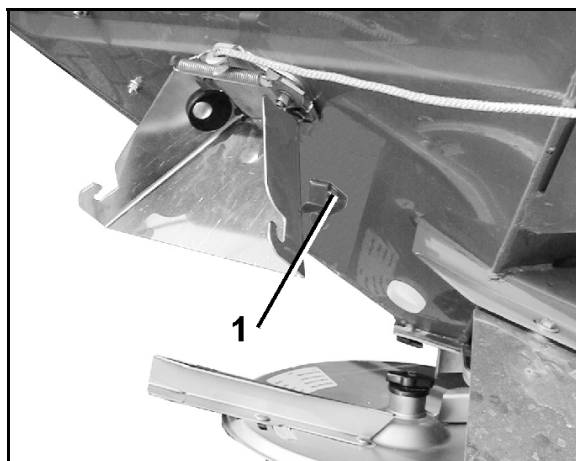
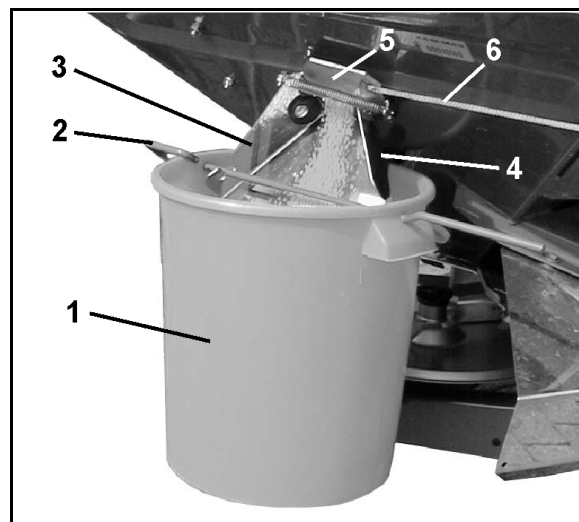

図 58
図 60
1. 収容容器 (図 60/1) をハンガー (図 60/2) で排出シュート (図 60/3) に掛けます。
収容容器をクランプ装置 (図 60/4 と 図 58/1) にはめます。
2. 排出シュートのサイドシャッター (図 60/5) をロープ (図 60/6) でおよそ 5 秒間完全に開きます (肥料が同等に流れるようにするため)。このあとで、収容した肥料をブロードキャスターに再び入れてください。